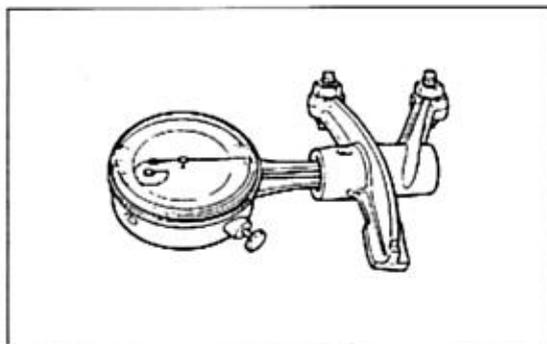

Bild 108
- Kipphebel-Innendurchmesser mit Innentaster messen (Bild 108). Sollwert Einlass 14,000 bis 14,018 mm; Auslass 16,000 bis 16,018 mm.